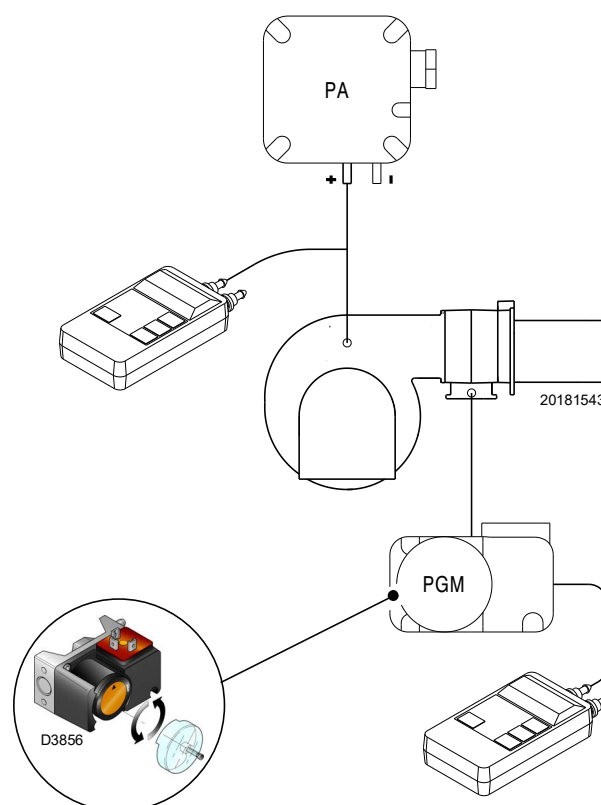

Abb. 30
- Regeln Sie den Maximal-Gasdruckwächter (Abb. 30 auf Seite 35) auf das Skalenende.
Die Einstellung des Maximal-Gasdruckwächters ausführen (Abb. 30), nachdem alle anderen Einstellungen des Brenners bei auf das Skalenende eingestellten Maximal-Gasdruckwächter vorgenommen wurden.